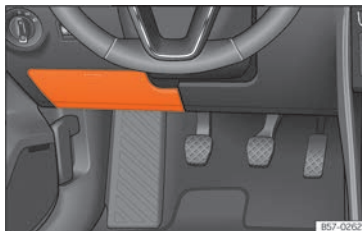

Fig. 105 Sulla plancia del lato del conducente (guida a sinistra): coperchio della scatola dei fusibili.
- **Apertura:** abbassare la copertura »» fig. 105.